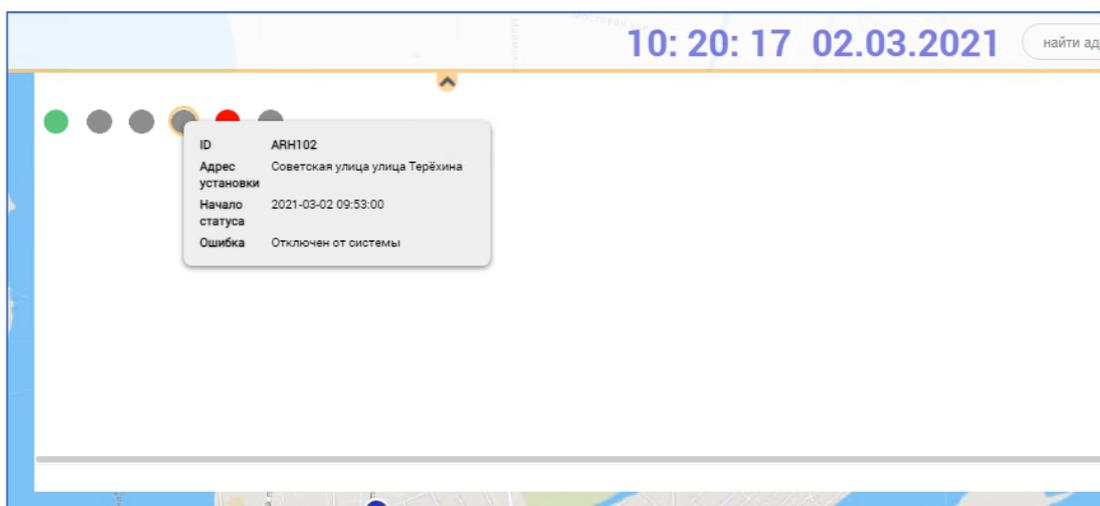

Рисунок 71 Компонент «Информация об объекте» в аварийном состоянии
- при наведении курсора мыши на условный знак СО (Рисунок 71) всплывает дополнительный компонент «Информация об объекте», в котором отображает данные об объекте (поля: id, адрес установки, начало статуса), а также подробную причину аварийного состояния для условного знака красного цвета (поле «Ошибка»).